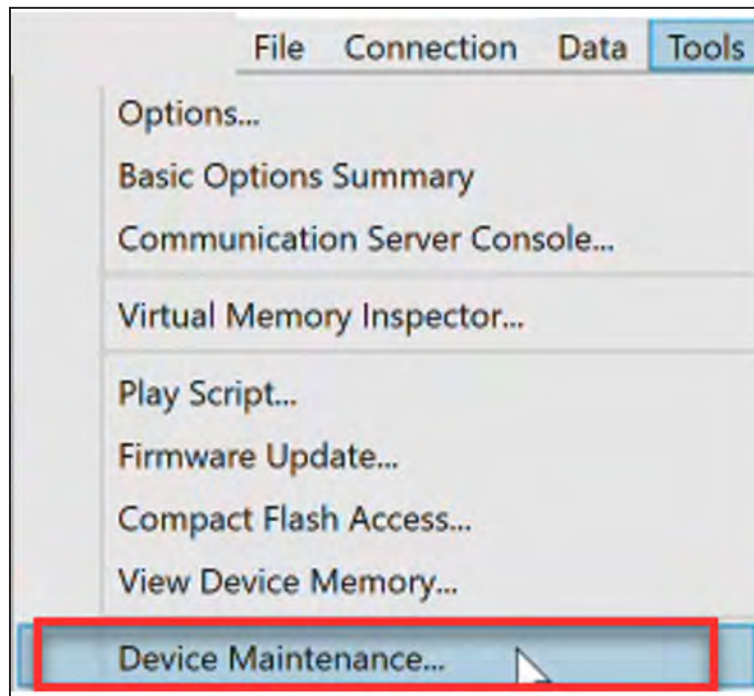

Figura 129. Botão Ferramentas>Manutenção do Dispositivo.
- PASSO 2.** Clique no botão **Tools>Device Maintenance** (Ferramentas>Manutenção do Dispositivo). Ver Figura 129.